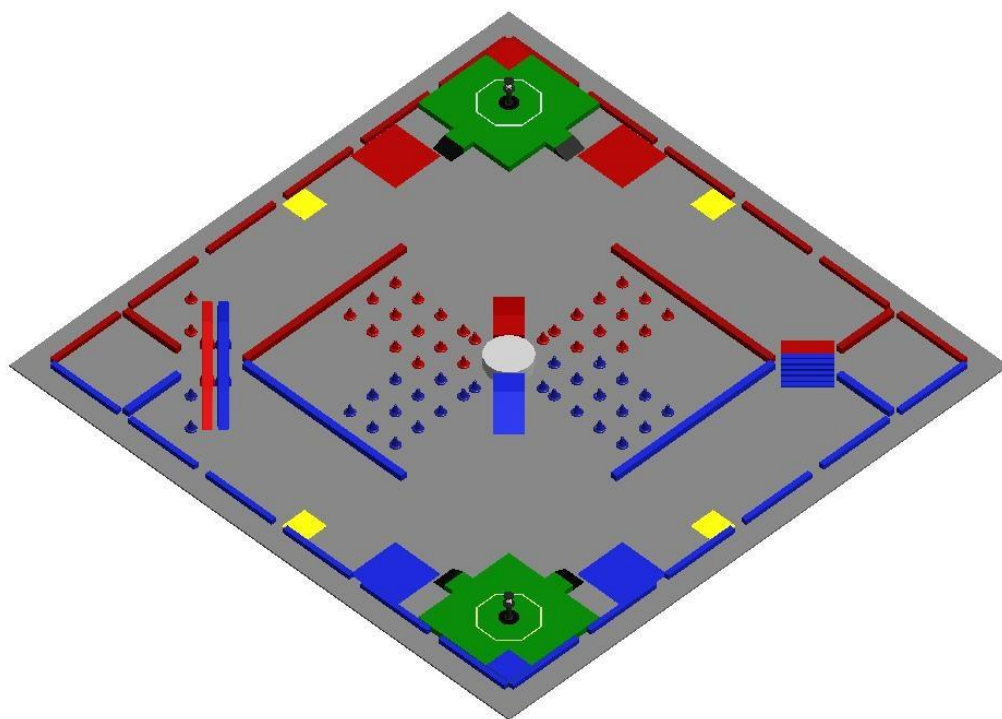
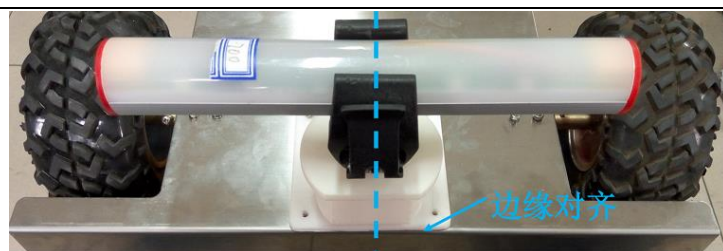
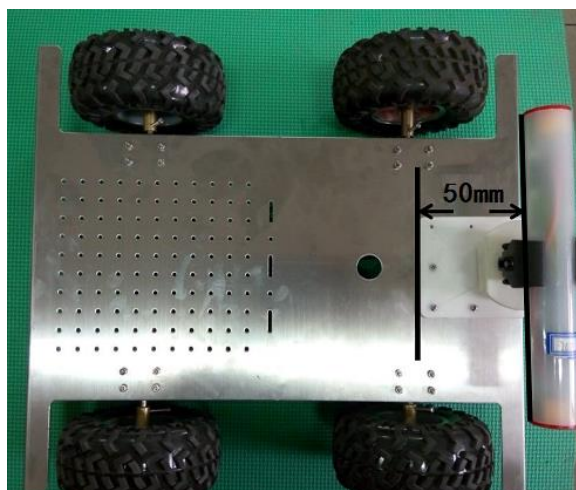

图 1 比赛场地图
图 3 生命柱底座安装位置示意图
图 4 生命柱前方 50mm 处无遮挡示意图
比赛场地为 $12000\text{mm} \times 12000\text{mm}$ 的正方形区域，周围用 $120\text{mm} \times 120\text{mm} \times 1750\text{mm}$ 的隔离条作为围栏。场地详细尺寸见《场地及道具设计图册》中图 1，场地三维图见图 2，隔离条围栏详细尺寸见图 3。
赛场地面用 $600\text{mm} \times 600\text{mm} \times 12\text{mm}$ 的爬行垫铺设，颜色见图 1，爬行垫具体尺寸见图 4。场地主要由高地和防区组成。
高地与场地表面通过 2 块 500mm 长、320mm 宽、135mm 高的橡胶斜坡（13kg±0.4kg）和 2 块 500mm×250mm×135mm 的桥墩（重量约 1.6kg）连接，尺寸见图 5。斜坡、桥墩与高地的相对位置示于图 1。机器人可以通过斜坡和桥墩上、下高地。比赛开始前，两块桥墩已经填充了斜坡与高地的间隙，但不固定在场地面。防守的机器人可以移走斜坡与高地之间的桥墩，阻止对方的机器人登上高地；进攻的机器人可以用桥墩填充斜坡与高地的间隙，以便登上高地进攻对方的堡垒。
两队的防区由四种通道相连，如图 1 所示，是双方机器人进入对方防区的通路。双方可以根据机器人的特点和比赛策略自由选择通道。
(3) 转盘：转盘由斜坡和回转盘组成，两端斜坡长 1325mm、宽 600mm、与地面成 20°，由海绵+PU 皮革制成，转盘直径 1000mm，由电机带动旋转。安放尺寸见图 1，转盘尺寸见图 9。转盘转速不高于 6 转/分。
（1）生命柱安装：组委会统一提供生命柱底座，参赛队不得对生命柱底座做任何形式的改动；生命柱底座需安装在机器人车体后沿中心点，保证生命柱中心线离地面高度 $150\text{mm} \sim 180\text{mm}$ ，具体位置示意图如图 3。
(2) 攻击武器或其他执行机构：在比赛的任何时刻，攻击机构或其他执行机构不得进入己方机器人生命柱前方 50mm 范围区域（即不得对生命柱进行任何遮挡）。如图 4 所示。